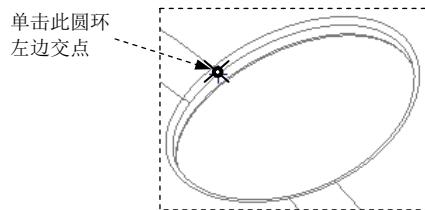
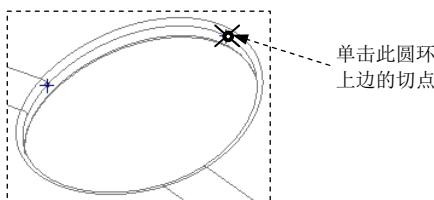

图 21.7 单击圆环左边交点
图 21.8 单击圆环上边切点
(1) 选择命令。单击 **模具** 功能选项卡 **基准** 按钮，在系统弹出的菜单中依次单击 **曲线** → **通过点的曲线** 按钮。系统弹出“曲线：通过点”操控板。
(2) 选择 **视图** 功能选项卡 **模型显示** 区域中的“显示样式”按钮 ，按下 按钮，将模型的显示状态切换到实线线框显示方式。先单击图 21.7 所示的圆环左边交点，然后将模型调整到图 21.8 所示的视图方位，再单击圆环上边的切点。